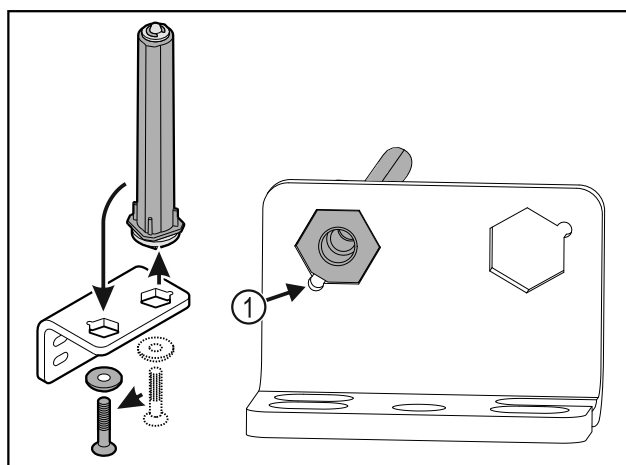

Fig. 32
- ▶ При поставянето внимавайте за това, скосяването на болта Fig. 32 (1) да сочи към кръглия отвор.